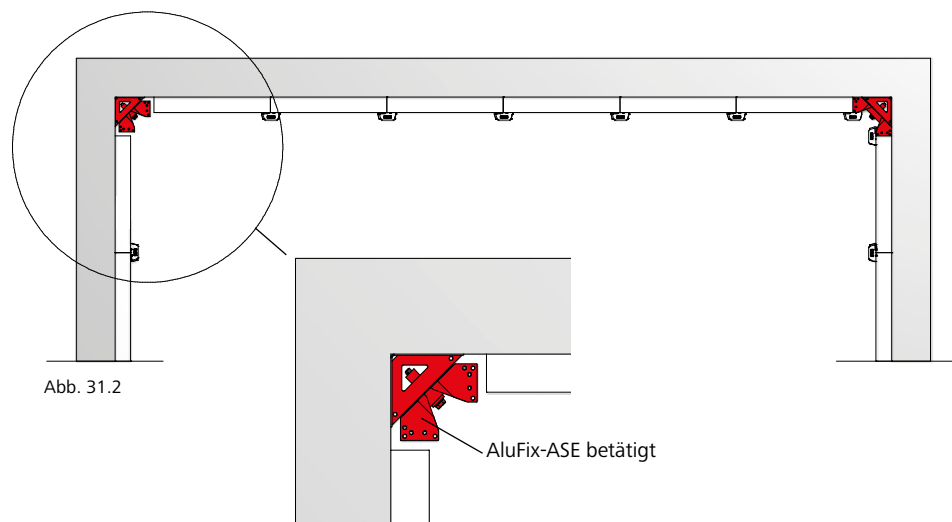

Abb. 31.2
3. Bewegliche Seitenteile der ASE nach innen ziehen (Abb. 31.2)